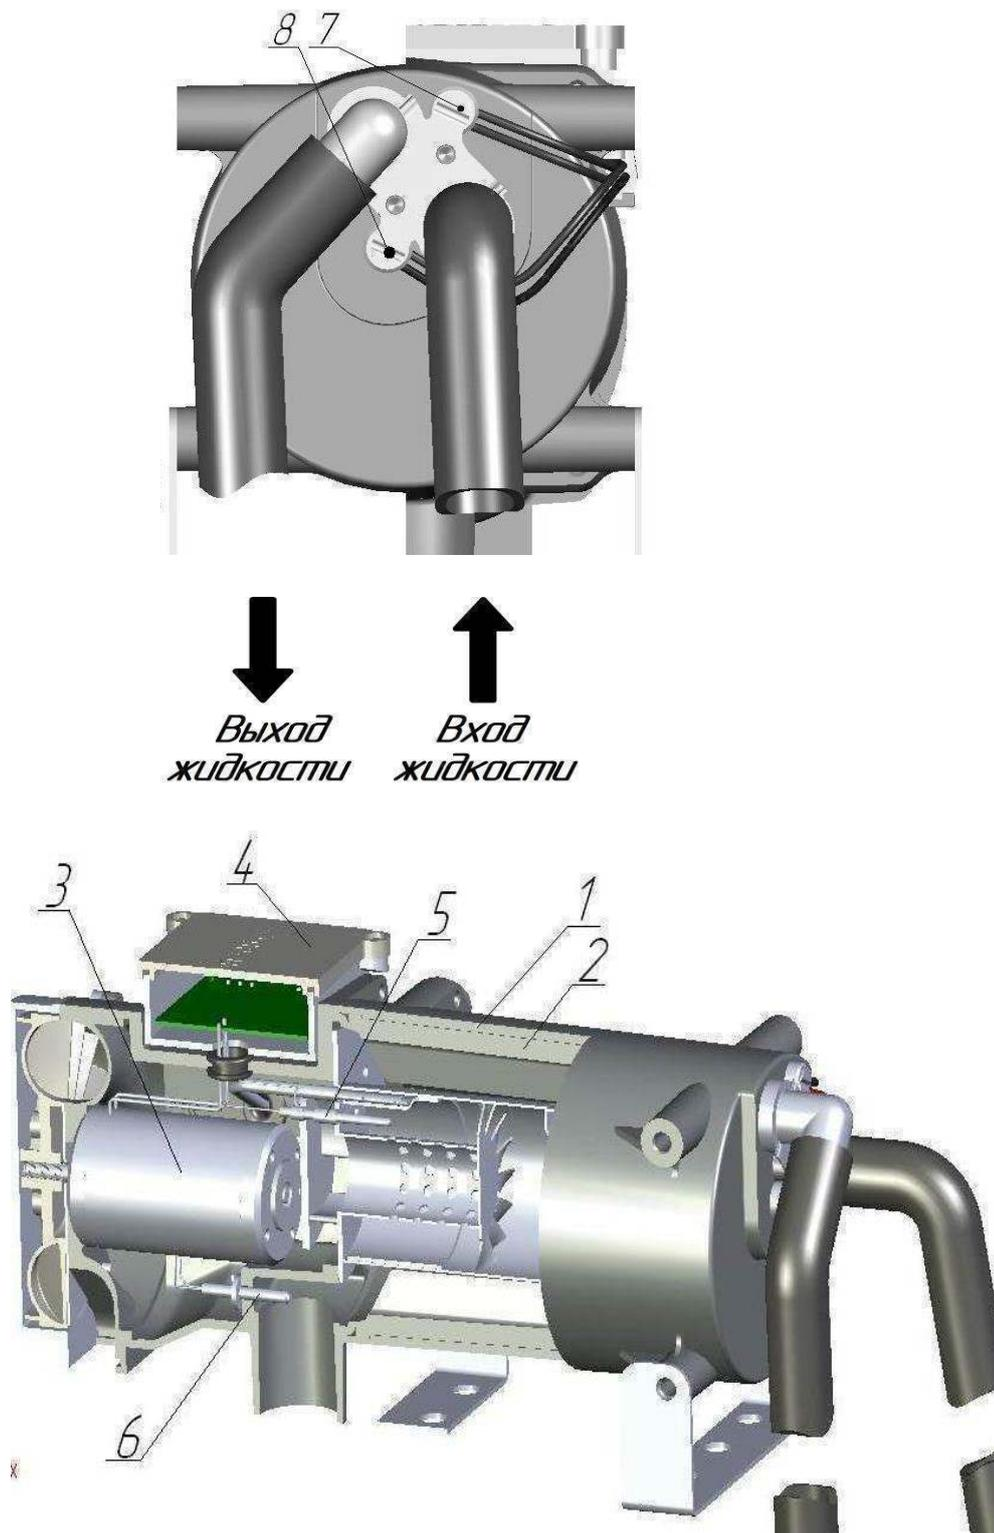

Рис. 2 Основные узлы отопителя
4.5 Отопитель является автономным нагревательным устройством и состоит из следующих основных узлов (рис.2):